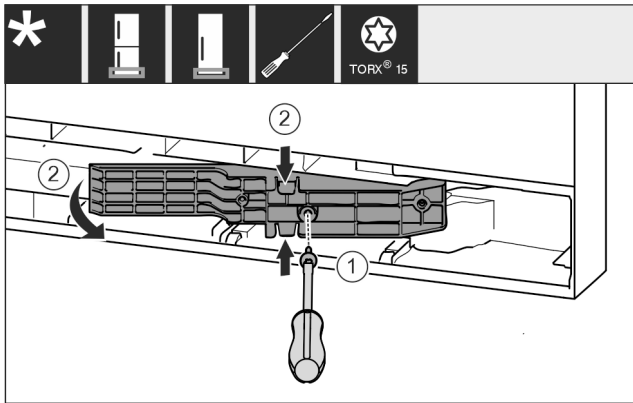

Fig. 18 *
- ▶ Lossa skruvarna med en torxskruvmejsel T15. Fig. 18 (1)*
- ▶ Dra ut adaptern. Fig. 18 (2)*